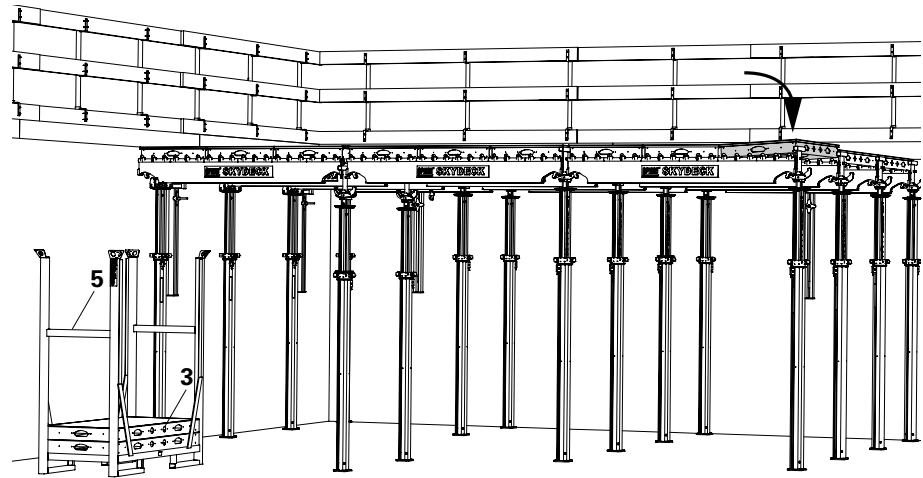

Fig. A4.18
Coffrer la phase courante Déposer la palette SD (5) avec les panneaux (3) sur l'aire de coffrage. Les placer dans les poutrelles. Redéposer les palettes vides et les mettre à disposition pour l'opération de décoffrage. (Fig. A4.18)